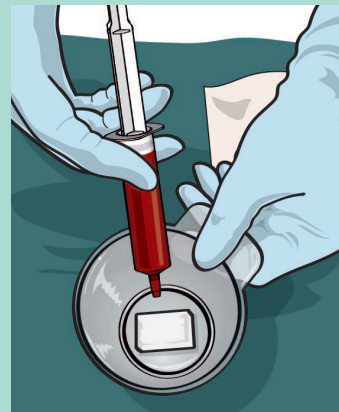
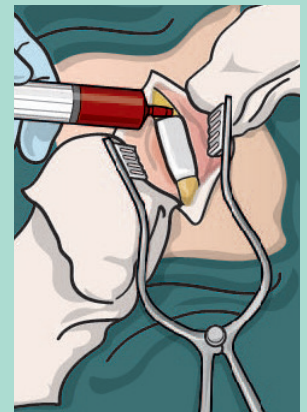

Fig. 2
Fig. 3
3. Die Durchdringung von **b.Bone** mit Blut oder Knochenmark wird entweder vor (Abb.2) oder nach der Implantation empfohlen (Abb.3). Der Chirurg sollte auch die Durchdringung von **b.Bone** in PRP-Präparaten in Betracht ziehen.